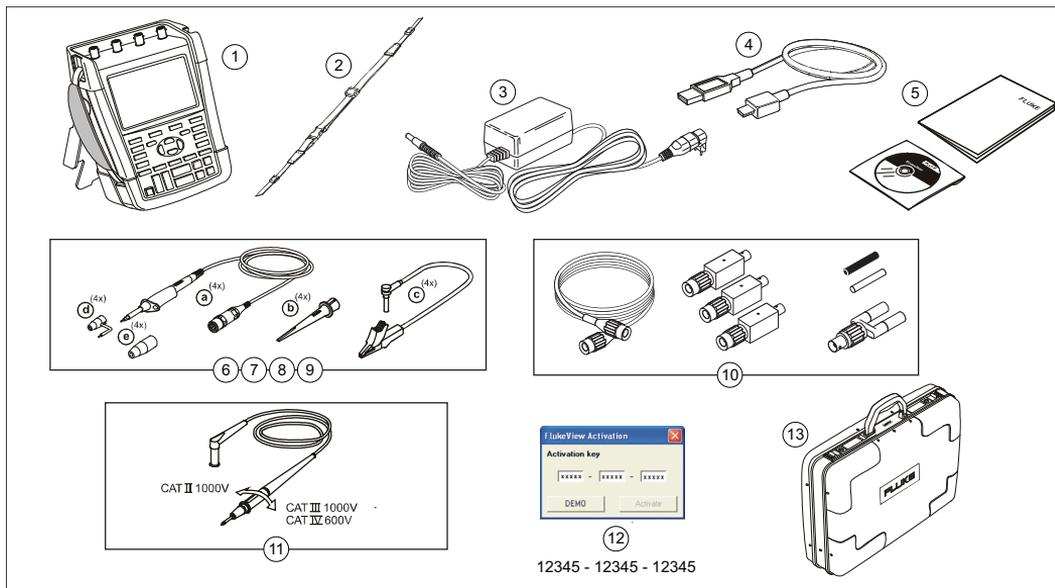

Figura 1. Kit dello strumento di misura ScopeMeter
- **Non collegare la molla di massa (Figura 1, articolo d) a tensioni superiori a un picco di 42 V, 30 V RMS o 60 V c.c. rispetto alla massa.**